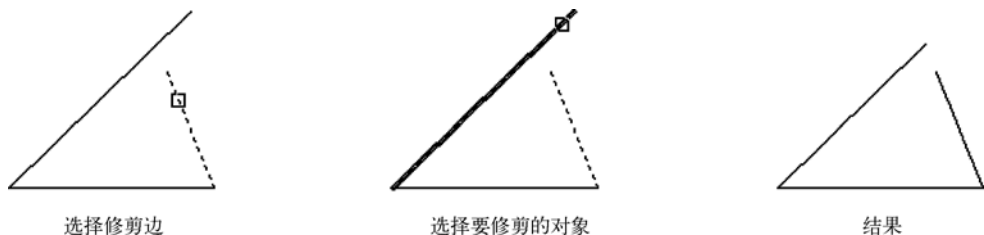

图 3-33 修剪示例
4) 如果两个图形对象只是延伸后才具有相交点,那么利用该延伸交点也可修剪对象,如图 3-33 所示,其操作过程如下。